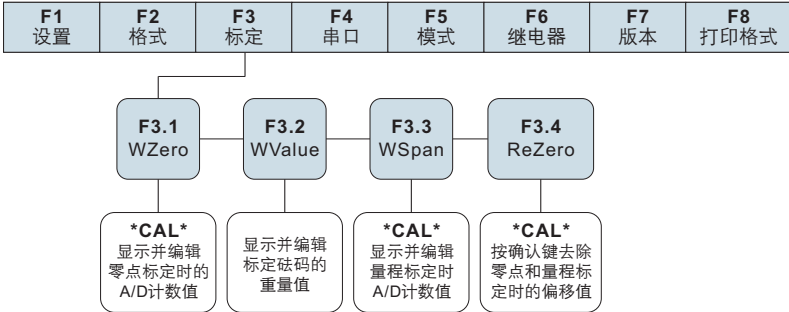

图10.1 F3(标定)菜单结构
- 按▶键，直至显示屏显示“F3”（见图10.1）。按▽键进入零点标定模式。显示屏显示“F3.1”。
- 2) 按 ▷ 键, 直至显示屏显示"F3" (见图10.1)。按 ▽ 键进入零点标定模式。显示屏显示"F3.1"。